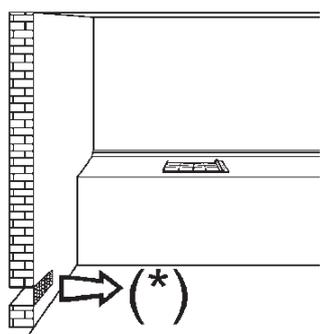
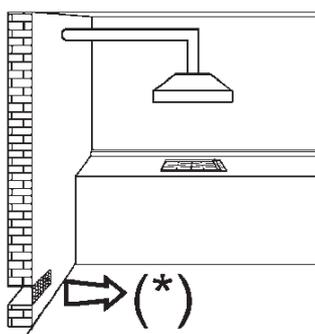
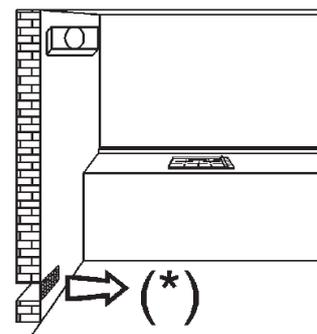

FIG. 3
FIG. 4
FIG. 5
*Es necesario, por lo tanto, asegurar una buena aireación del local manteniendo libre la abertura de ventilación natural (fig. 3) y activando el dispositivo de ventilación (campana de aspiración o electroventilador fig. 4 y fig. 5).*
Es indispensable que el local donde esté instalado el equipo esté permanentemente ventilado para garantizar el correcto funcionamiento del mismo. La cantidad de aire necesaria es la utilizada para la combustión del gas y la ventilación de local. Su volumen no puede ser inferior a 20 m3. El aire tiene que entrar, de forma natural, directamente a través de una abertura fija realizada en las paredes del local a ventilar que dan hacia el externo con una sección mínima de 100 cm2 (ver fig. 3).
Los aparatos de cocción de gas deben descargar siempre los productos de combustión mediante campanas de extracción conectadas a chimeneas, conductos para humo o directamente hacia el externo (ver fig. 4).
En caso de que no exista la posibilidad de instalar una campana de extracción, es posible utilizar un ventilador aplicándolo a una ventana o a una pared con salida al externo; el ventilador deberá funcionar simultáneamente con el equipo (ver fig. 5), a condición de que se respeten taxativamente las disposiciones sobre ventilación indicadas en las normas.